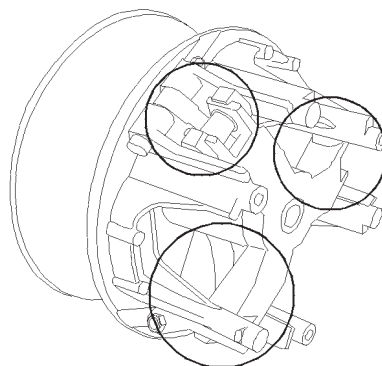

図57
5. 図57で○で囲んで表示している部分の可動部に潤滑剤（Toro潤滑スプレー；代理店で購入可能）をスプレーする。